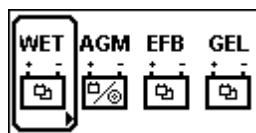

Fig.15
8. Nel passaggio successivo, verrà proposto all'utilizzatore di selezionare il tipo di batteria (Fig.15).